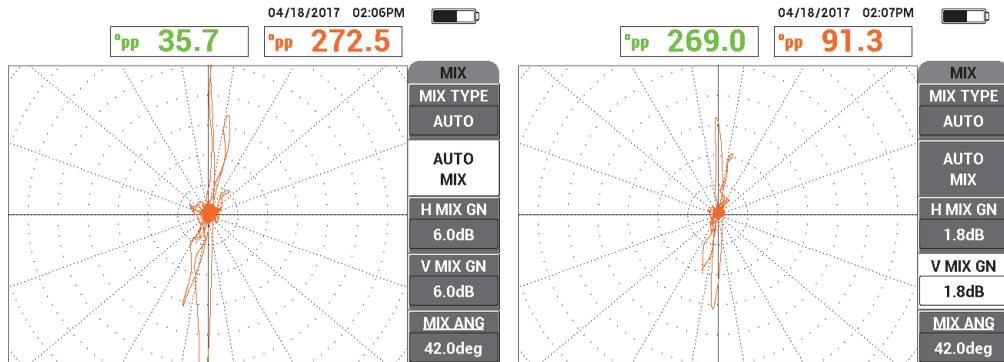

Рис. 5-205 Сигнал после АВТО МИКШ (слева); с настройкой угла/усиления (справа)
9. Нажмите клавишу **FREEZE** (❄), затем **УГ.МИКШ** (угол микш. частот, клавиша E), и поворачивайте ручку регулятора до тех пор, пока большой сигнал от сквозного дефекта не станет вертикальным (см. Рис. 5-205 на стр. 288).